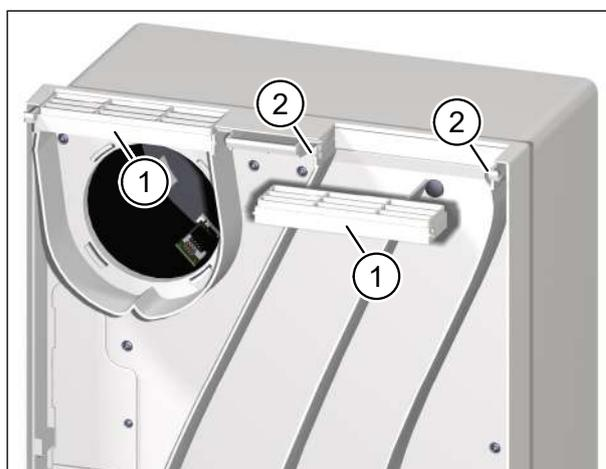

Fig. 10 : Nettoyer la grille à air (en cas de montage en saillie ou encastré sans raccord pour conduit)
- ▶ Nettoyez la grille à air (pos. 1 dans Fig. 10) avec un chiffon humide et de l'eau savonneuse douce. Si besoin, vous pouvez retirer la grille à air. Pour cela, poussez délicatement les deux fixations (pos. 2 dans Fig. 10) vers l'extérieur et tirez la grille à air vers l'avant.